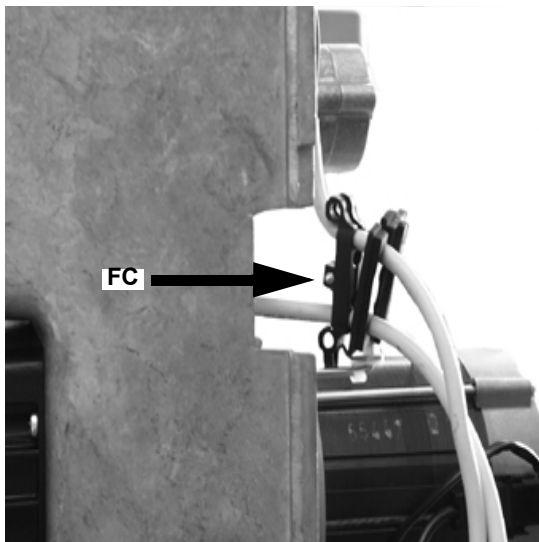

Рис. 17b
- 3 Снять резиновую прокладку и группу кабельного зажима FC с гнезда (Рис. 17b).